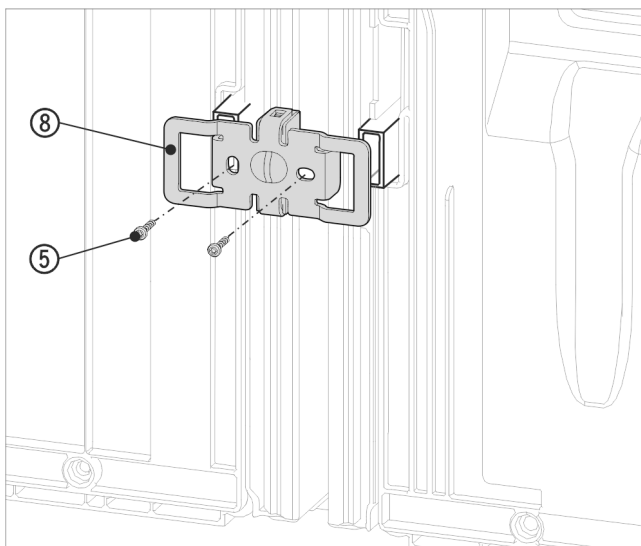

Fig. 18 Näitlik kujutis
- ▶ Lükake nurgik Fig. 18 (8) uuesti väljalõigetega seina-vahehooldiku kinnituspesa kohale.
- ▶ Kruvige 2 kruviga Fig. 18 (5) tugevasti külge.